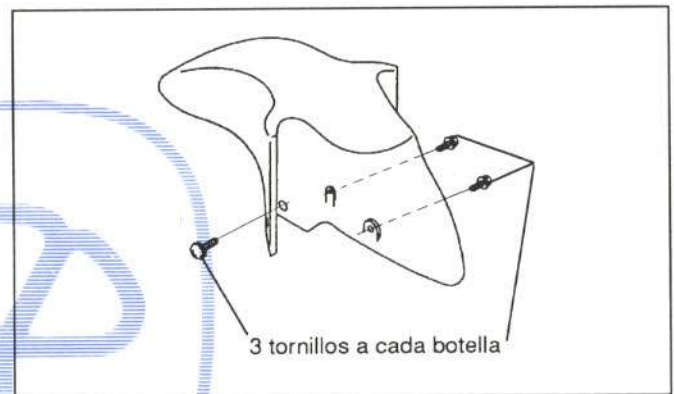

Figura 21.- Unión del guardabarros delantero
En la figura 21 se detalla la forma de unión de esta pieza.
- Guardabarros delantero (figura 21)